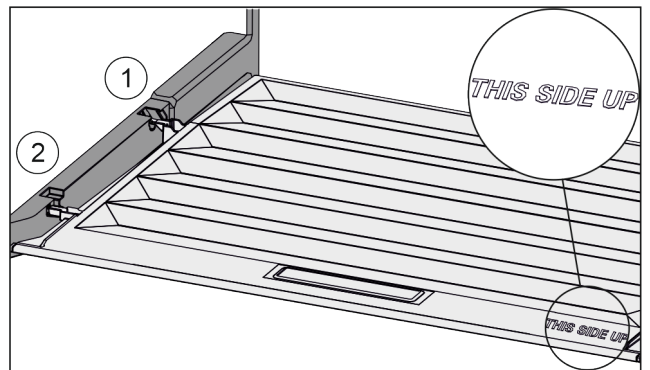

Fig. 85
- ▶ Introduire les rainures du couvercle par l'orifice du support arrière Fig. 85 (1) et les enclencher à l'avant dans le support Fig. 85 (2).